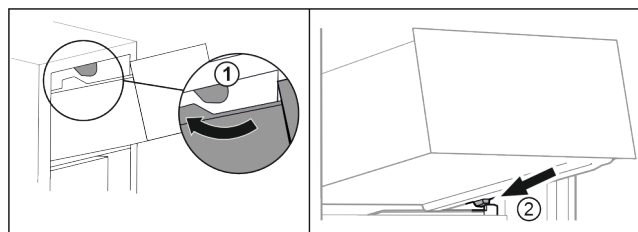

Fig. 16
- ▶ Prevedíte zásuvku okolo horných zarážok Fig. 16 (1).
- ▶ Nasadíte zásuvku šikmo za dolnými zarážkami na rebro nádoby Fig. 16 (2).